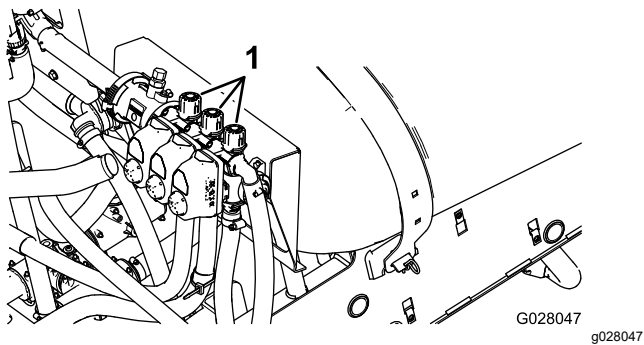

图 21
- 关闭左喷洒臂段并调节喷洒臂段旁通旋钮 **图 21** 直至压力读数达到先前的调节水平通常为 2.75bar 或 40 psi。
4. 调节右喷洒臂段旁通旋钮 **图 21** 直至压力读数达到先前的调节水平通常为 2.75bar 或 40 psi。
6. 调节中间喷洒臂段旁通旋钮 **图 21** 直至压力读数达到先前的调节水平通常为 2.75bar 或 40 psi。